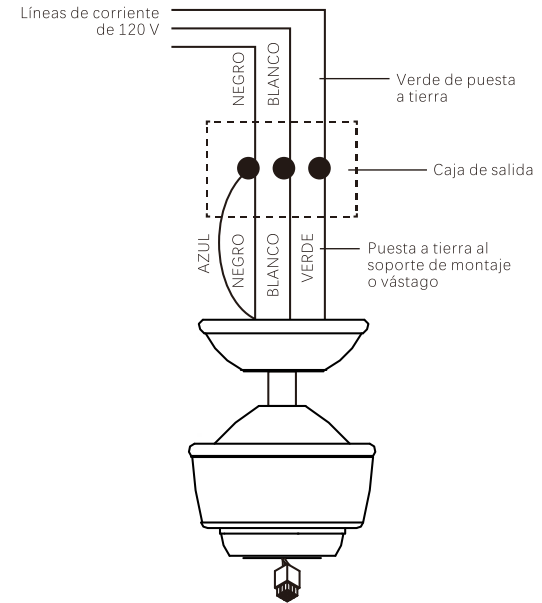

Imagen 12
**Paso 1.** Conecte el cable de alimentación del ventilador (NEGRO) y el cable de alimentación de la luz (AZUL) al cable caliente del suministro de energía (NEGRO). (Imagen 12)